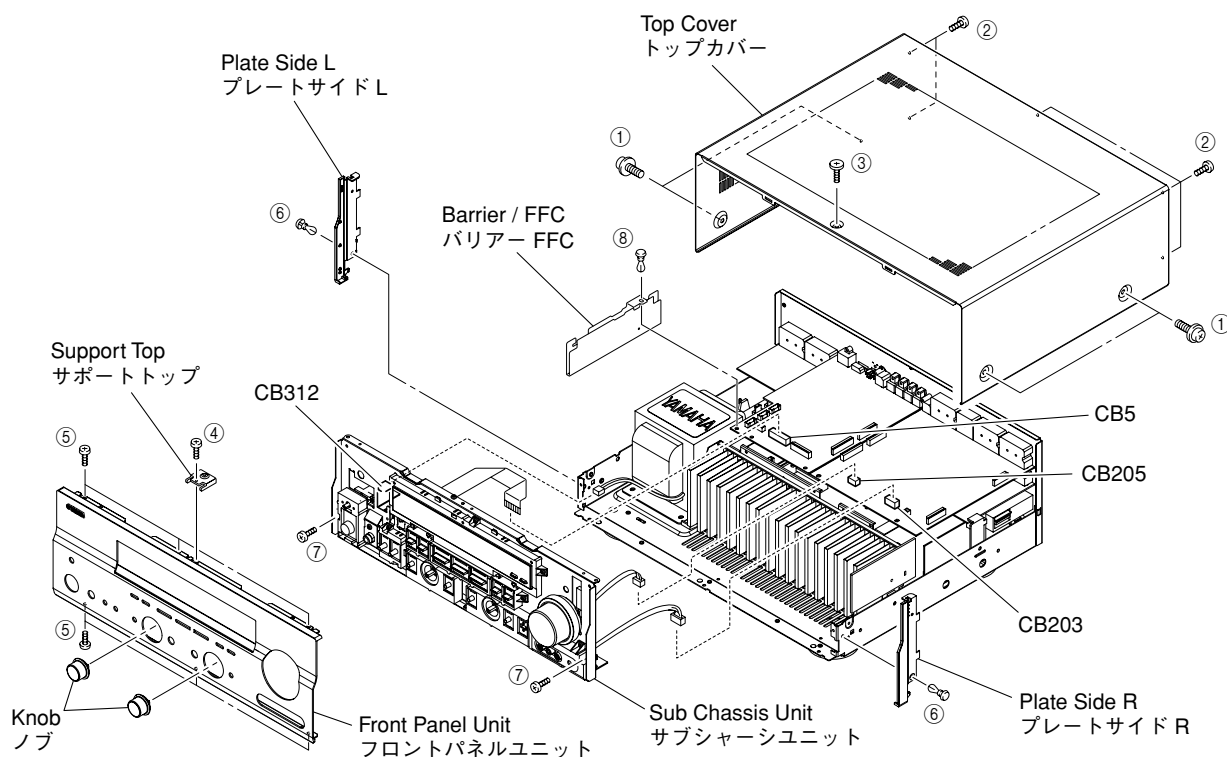

Fig. 1
- Remove 4 screws (①), 5 screws (②) and 1 screw (③). (Fig. 1)
- Slide the Top Cover rearward to remove it. (Fig. 1)
- ①のネジ4本、②のネジ5本、③のネジ1本を外します。(Fig. 1)
- トップカバーを後方へスライドさせ、取り外します。(Fig. 1)
- Remove 2 Knobs. (Fig. 1)
- Remove 1 screw (④) and then remove the Support Top. (Fig. 1)
- Remove 6 screws (⑤). (Fig. 1)
- Remove the Front Panel Unit. (Fig. 1)
- ノブを2個取り外します。(Fig. 1)
- ④のネジ1本を外し、サポートトップを取り外します。(Fig. 1)
- ⑤のネジ6本を外します。(Fig. 1)
- フロントパネルユニットを取り外します。(Fig. 1)
- Remove 2 push rivets (⑥). (Fig. 1)
- Remove the Plate Side L/R. (Fig. 1)
- ⑥のプッシュリベット2本を外します。(Fig. 1)
- プレートサイドL/Rを取り外します。(Fig. 1)
- Remove 2 screws (⑦) and then slide the Sub Chassis Unit forward. (Fig. 1)
- Remove a push rivet (⑧). (Fig. 1)
- Remove the Barrier/FFC. (Fig. 1)
- Remove CB5, CB203, CB205 and CB312. (Fig. 1)
- Remove the Sub Chassis Unit. (Fig. 1)
- ⑦のネジ2本を外し、サブシャーシユニットを前方に引き出します。(Fig. 1)
- ⑧のプッシュリベット1本を外します。(Fig. 1)
- バリアー/FFCを取り外します。(Fig. 1)
- CB5、CB203、CB205、CB312を外します。(Fig. 1)
- サブシャーシユニットを取り外します。(Fig. 1)